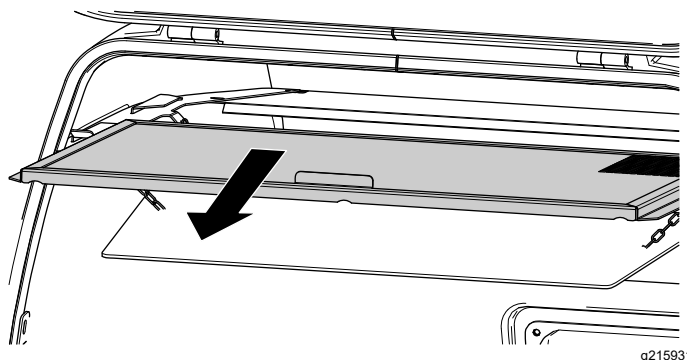

Figura 139
3. Îndepărtați scutul buncărului și curățați-l (Figura 139).